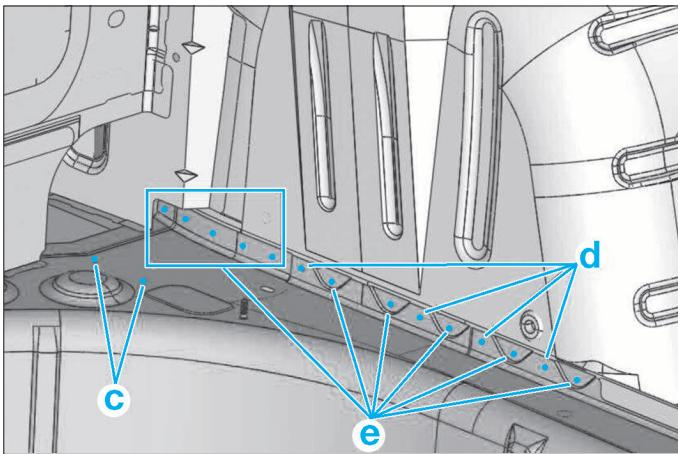

FIG. 106
- Fraser (Fig.106) :
- (c), (d) et (e) par bouchonnage au Mig (Fig.106).